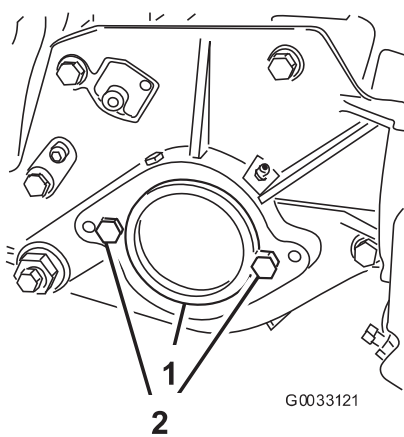

図 7
2. カuttingユニット右側のベアリング・ハウジングについているプラスチック製のプラグを外す (図7)。
(図7)
5. カuttingユニットの左側サイド・プレートに、リール・モータ取り付け用のキャップスクリュ2本を仮止めする (図 7)。